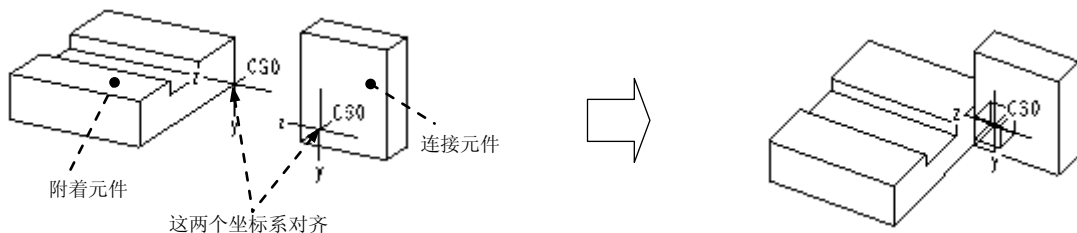

图 9.2.27 焊缝 (Weld) 接头
焊缝接头如图 9.2.27 所示, 它将两个元件粘接在一起。在这种类型的接头中, 连接元件和附着元件间没有任何相对运动。
- (2) 单击操控板菜单中的 **放置** 选项卡。
- (3) 定义“坐标系”约束。分别选取图 9.2.27 中的两个 CSO 坐标系。 **坐标系** 约束的参考如图 9.2.29 所示。